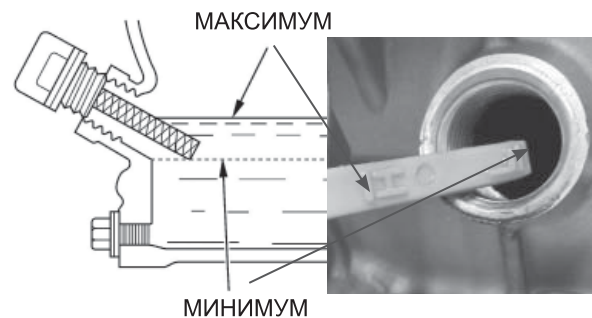

Рис.5
3. Извлеките щуп Рис.5 и протрите его чистой тряпкой. Установите его, не закру-